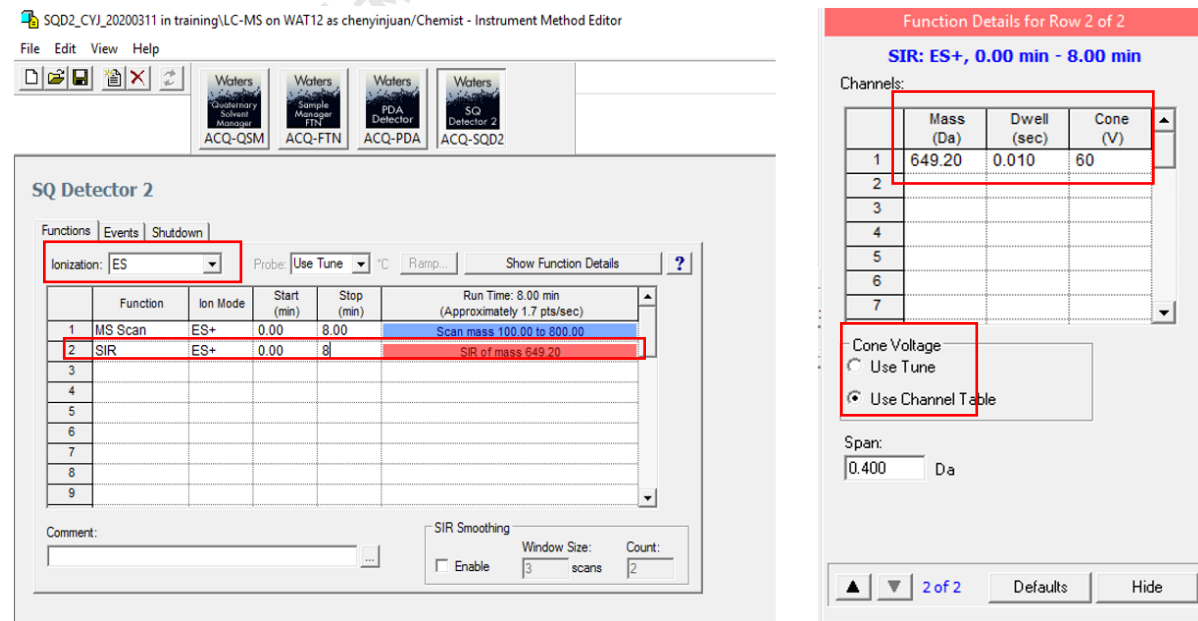

图6-28
(2) SIR Scan 有明确目标物 (图6-28)。
设置: Ionization-ES; Function:下拉选择SIR, Ion mode-根据需要, 大部分情况用 ES+; Start(min) - 0, Stop(min) - 液相洗脱时间; 点击Show Function Details, 弹出图6-28右侧对话框, Channels-设置Mass (Da),即目标离子质荷比, Cone Voltage选择Use Tune; Span:0.4-0.6